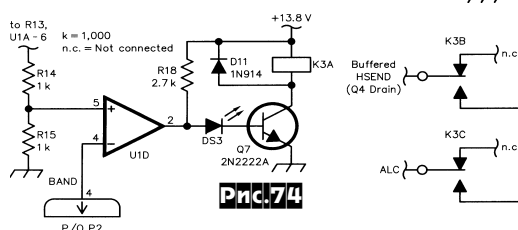

Рис. 74
или 6 м через Q3 и Q4, а также контакты реле K1B (KB) или K2B (6м) в соответствии с логикой работы (табл.2). Но эта схема не может идентифицировать работу на диапазоне 30 м, для этого предусмотрена схема на рис. 74. Поскольку